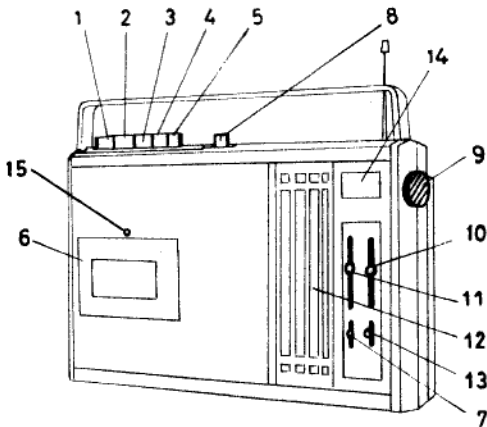
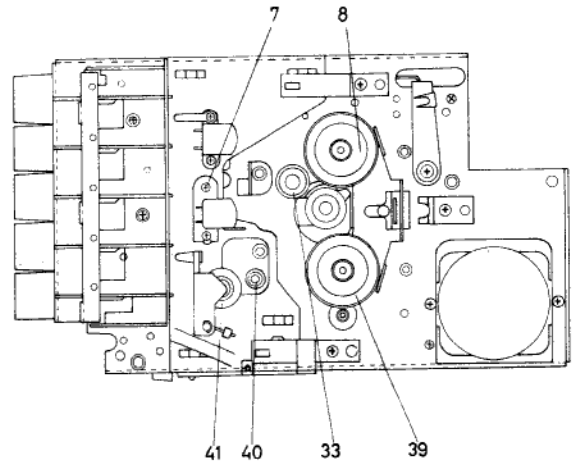

Fig. 1
Fig. 2
- fig. 1.
2. Tryck samtidigt ned knapparna RECORD (5) och PLAY (2) fig. 1.
3. Justera skruven (7) fig. 2. så att maximal utspänning erhålles. Hål (15) fig. 1. nedan kan användas.
Tryck ned knappen REWIND (4) fig. 1. Om värdet av backspolningsmomentet ej överstiger 80 pcm rengör eller byt följande delar:
Tryck ned knappen PLAY (2) fig. 1 och om dragmomentet för påspole ej håller sig inom 35-70 pcm rengör eller byt följande delar:
Undersök tryckkraften mellan tryckrulle och capstanaxel. Tryck ned knappen PLAY (2) fig. 1 och undersök tryckrullens tryckkraft mellan tryckrulle (41) och capstanaxel (40) fig. 2, som skall hållas inom 120-280 pcmd. Rengör gummitan på tryckrullen och capstanaxeln.
Tryck ned knappen FF (3) fig. 1. Om värdet av framspolningsmomentet vid snabbt fram ej överstiger 80 pcm rengör eller byt följande delar: